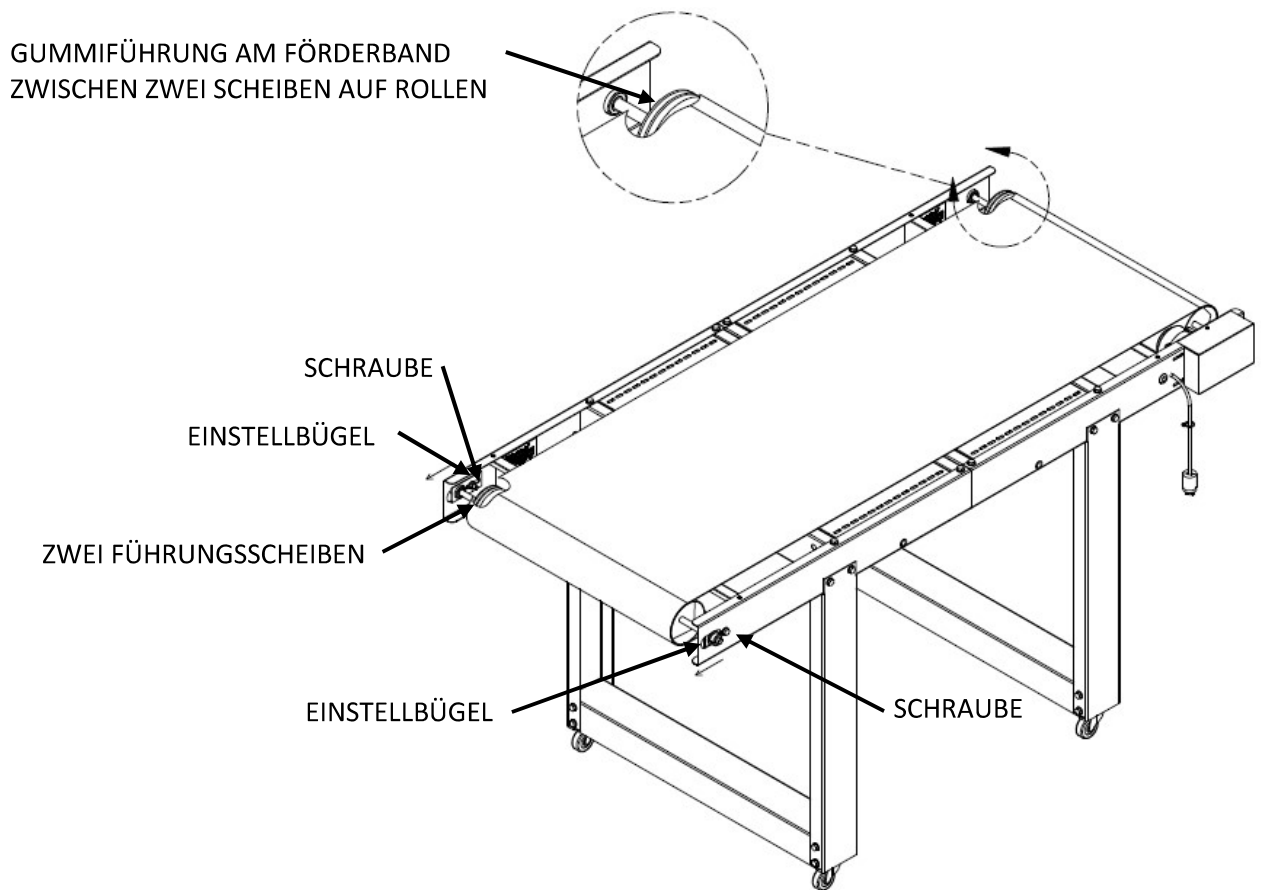

Abbildung 4
3. Legen Sie das **FÖRDERBAND** auf den **FÖRDERER** und richten Sie die Gummikantenführung des **BANDS** mit der **TruTrak-Rollenführungen** auf dem **FÖRDERER** aus (siehe **Abbildung 4**).